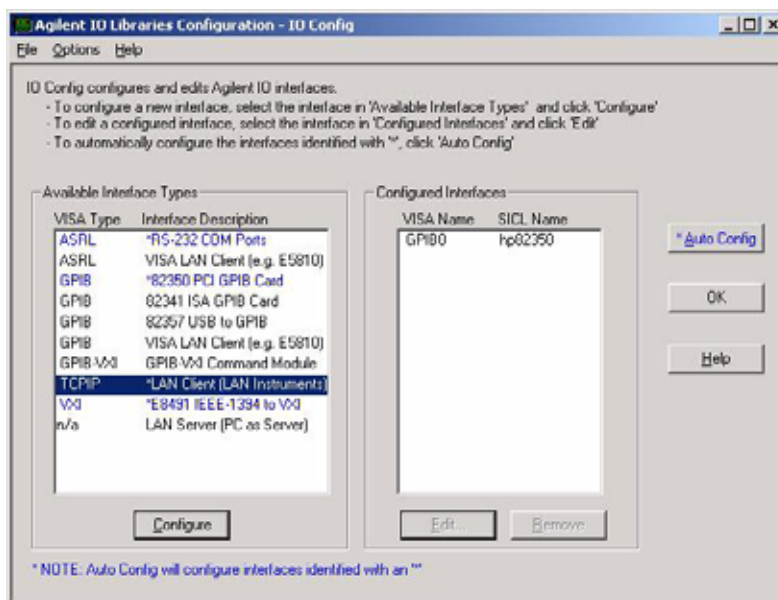

Figura 37 Seleccione el cliente LAN en la pantalla I/O Config.
- 2 De la lista con los tipos de interfase disponibles elija **Cliente LAN** (véase Figura 37 en la página 83).